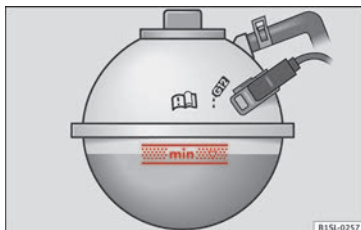

Fig. 168 En el vano motor: Marca en el depósito de expansión del líquido refrigerante.
- Con el motor en frío, verifique el nivel del líquido refrigerante mediante la marca lateral del depósito de expansión » » » fig. 168.
- Reponga exclusivamente líquido refrigerante **nuevo** que cumpla con la especificación de SEAT (» » » pág. 242) » » » ❶.
- El nivel del líquido refrigerante debe encontrarse dentro de las marcas grabadas en el depósito de expansión » » » fig. 168. **No rebase el borde superior de la zona marcada » » » ❶.**
- Si en un caso de emergencia no dispone de un líquido refrigerante que cumpla las especificaciones requeridas (» » » pág. 242), no utilice otro tipo de aditivo. En su lugar, llénelo únicamente con **agua destilada** » » » ❶. A continuación encargue restablecer la proporción de mezcla correcta con el aditivo prescrito lo antes posible » » » pág. 242.
- Añada líquido refrigerante sólo hasta el borde superior de la zona marcada » fig. 168. De lo contrario, al subir la temperatura el líquido sobrante, saldrá por presión del sistema de refrigeración causando deterioros.